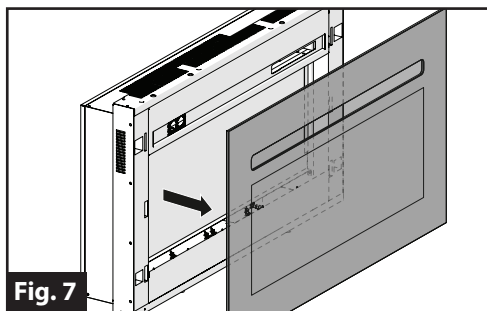

Fig. 7
11. Soulevez le couvercle en verre de l'unité pour le retirer, puis mettez-le de côté. (Fig. 7)